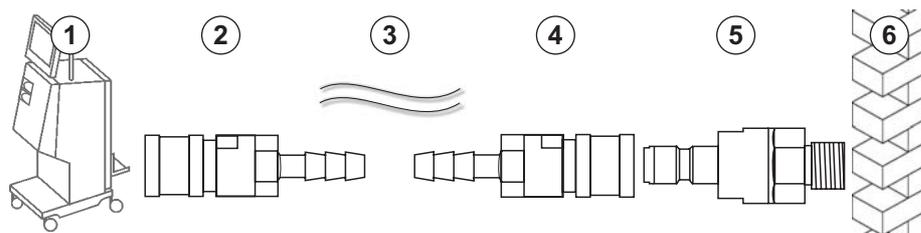
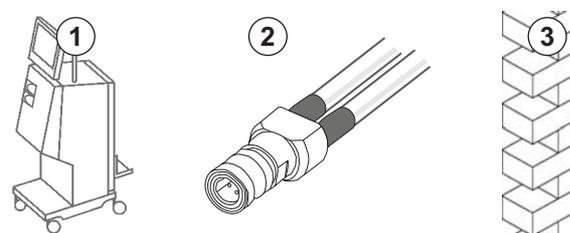

Fig. 4-4 Opção 1: conectores de entrada de água Aquaboss
Fig. 4-5 Opção 2: conector de entrada de água Aquaboss para o tubo anelado
- Opção 1: 2 conectores de tubo fêmea (Fig. 4-4, ② , ④ ), diâmetro interno ou tubo flexível de 9 mm, material 1.4571 EPDM
- Opção 1: 1 conector de fecho macho ⑤ , material 1.4571 EPDM
- Opção 2 (disponível tubo anelado): tubo anelado secundário com espaço morto livre do adaptador duplo P-Y (Fig. 4-5, ② )
Opção 2: utiliza-se um tubo anelado. Os tubos que saem e entram da parede são fixos ao conector fêmea (Fig. 4-5, ② ).
1. Adapte o conector fêmea ② diretamente ao equipamento de diálise.